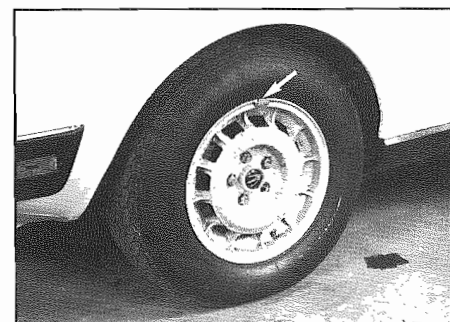

Fig. 2 - Disposizione dei pesi
- Disposizione dei pesi (Fig. 2).
- Arrange weights (Fig. 2).